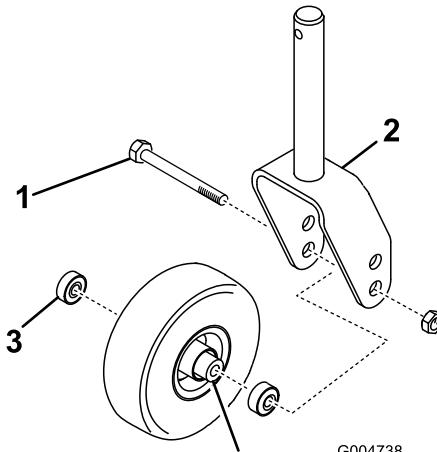

Figure 77
1. Retirez le contre-écrou du boulon vis de fixation de l'ensemble roue pivotante entre la fourche (Figure 77) ou le bras pivotant (Figure 78). Maintenez la roue pivotante et sortez le boulon de la fourche ou du bras pivotant.
2. Enlevez le roulement du moyeu de la roue et laissez tomber la douille d'écartement à l'extérieur (Figure 77 et Figure 78). Enlevez le roulement de l'autre côté du moyeu.